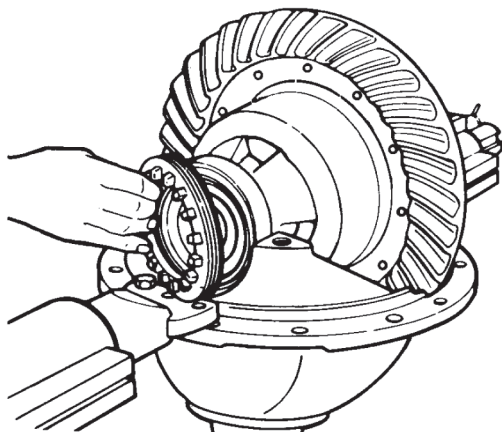

Figura 09
- D - Retire, manualmente, los aros de ajuste (figura 09).